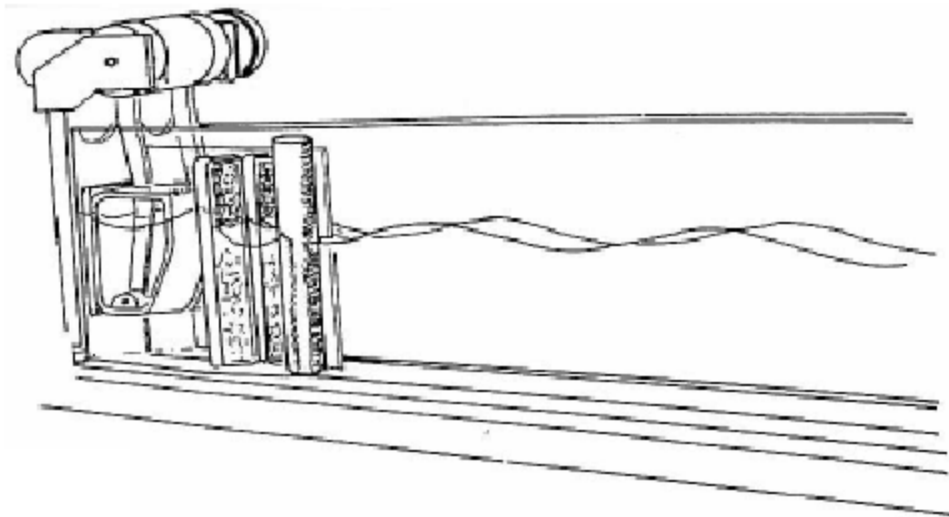

Abb. 3 Phasengleiche Überlagerung der Wellen
- Nach dem Eintreten der Welle in den I-Kanal ihre Amplitude bestimmen (Abb. 3).